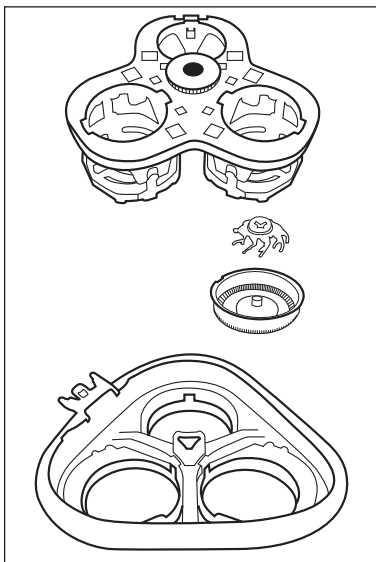

Figura 1
- 3) Carregue a coroa dentada um pouco para baixo e rode-a cuidadosamente, no sentido contrário aos ponteiros do relógios, até que o suporte das cabeças de corte possa ser levantado (ver figura 1).
- 5) Monte novamente a unidade de corte **2** . Observe a a figura 1 como ajuda: